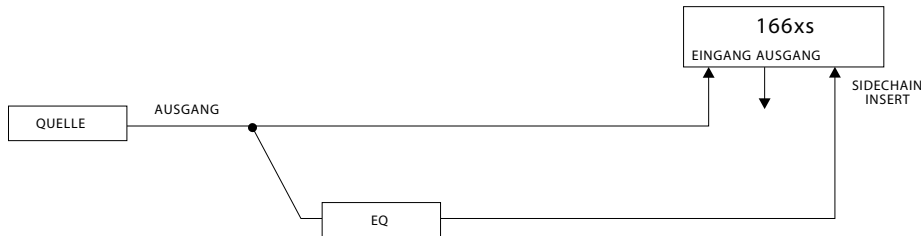

Abb. 4: Frequenzgewichtete Kompression
Beispiel: Um den 166xs für frequenzempfindliches Gating oder frequenzgewichtete Kompression einzurichten, müssen Sie den Eingang eines Equalizers mit dem gleichen Signal speisen, das in den INPUT des 166xs eingespeist wird, und dann den Equalizer-Ausgang mit der SIDECHAIN INSERT-Buchse des 166xs verbinden (Abb. 4). Die Signaleinspeisung in den 166xs INPUT und den Equalizer kann auf verschiedene Arten erfolgen: (1) schließen Sie ein Insert-Kabel an die SIDECHAIN INSERT-Buchse an. Der SEND geht zum Eingang des EQ. Der RETURN geht zum Ausgang des EQ; (2) speisen Sie die Audioquelle mittels Y-Kabel in den 166xs INPUT und den Equalizer-Eingang ein; (3) speisen Sie das Signal in eine der INPUT-Buchsen des 166xs ein und steuern Sie über die parallele INPUT-Buchse des Kompressorkanals den Equalizer an (z. B. wenn die Audioquelle in die 6,35 mm INPUT-Buchse von Kanal 1 eingespeist wird, leiten Sie das Signal über die XLR INPUT-Buchse von Kanal 1 zum Equalizer weiter); (4) wenn die Audioquelle ihr Ausgangssignal intern auftrennen kann (z. B. manche Synthesizer können das gleiche Signal über zwei Ausgänge ausgeben), schließen Sie ein Kabel an jeden Ausgang an und verbinden Sie ein Kabel mit dem 166xs INPUT und das andere mit dem Equalizer.